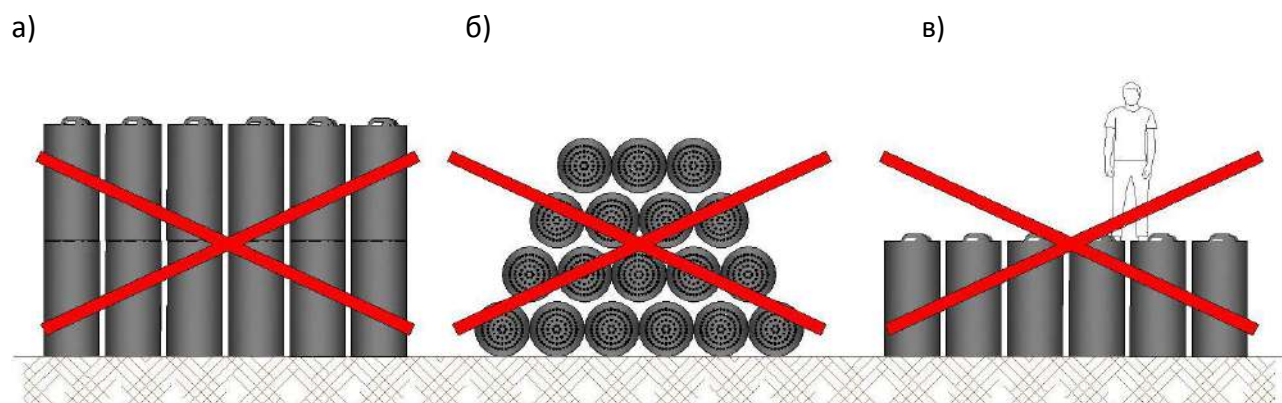

Рис. 8. Запрещенные к использованию схемы хранения: а – штабелирование патрона в высоту, б – укладывание и переворачивание, в – вставать на патрон сверху
- штабелирование фильтрующего патрона в высоту и кантование (рис.8,а, б);
- вставать ногами сверху на крышку (решетку) патрона, ставить на нее предметы (рис.8,в);